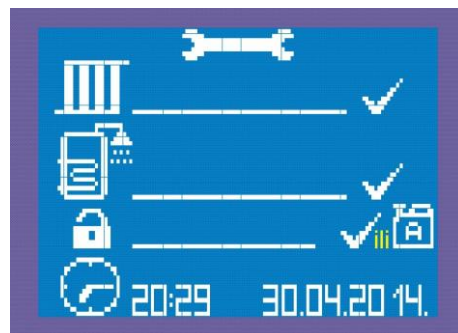

Bild 18: Symbolposition zur Betriebswahl des Kessels
- Frostschutzmode ist im Punkt 7.2.3 beschrieben (siehe Abb. 18)